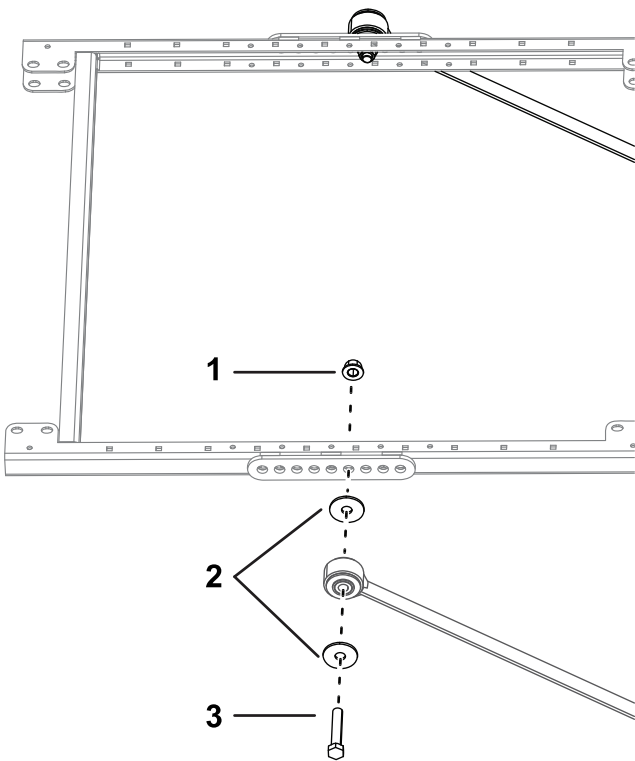

Bild 11
10. Befestigen Sie an jeder Seite des Sonnendachrahmens einen Verlängerungslenker mit zwei Schrauben ($\frac{1}{2}$ " x $2\frac{3}{4}$ "), zwei große Unterlegscheiben und zwei Bundmuttern ($\frac{1}{2}$ ") lose im vierten Loch der Strebenbefestigung, wie in Bild 11 abgebildet.